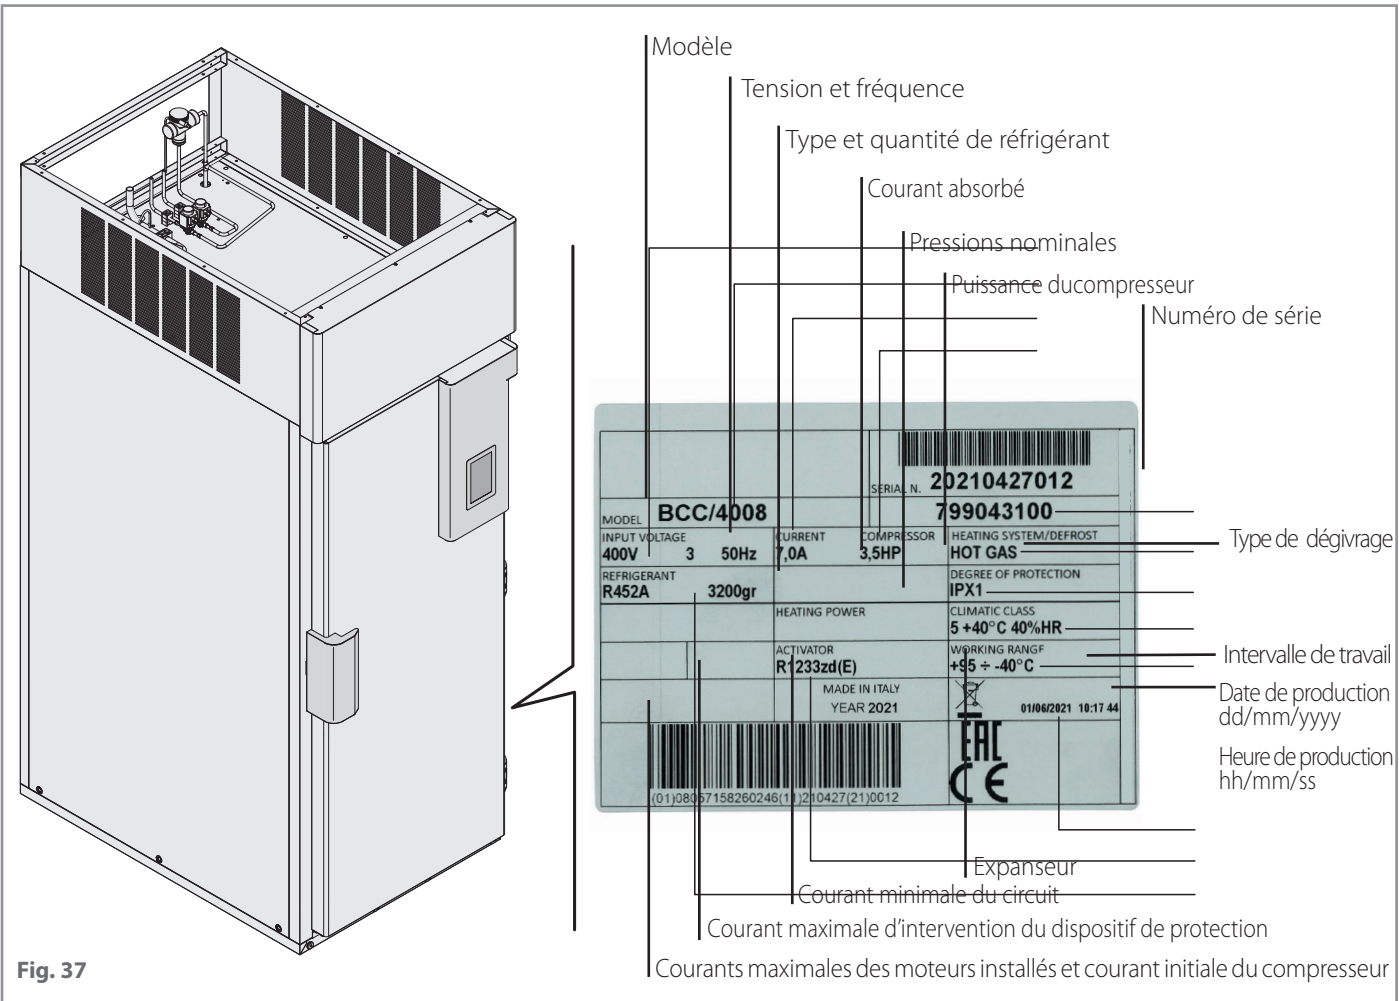

Fig. 37
**Fig. 37** Avant de le faire, noter les **données de la machine**, la **date et le numéro de la facture d'achat** de l'appareil, **les codes des éventuelles alarmes** affichées :